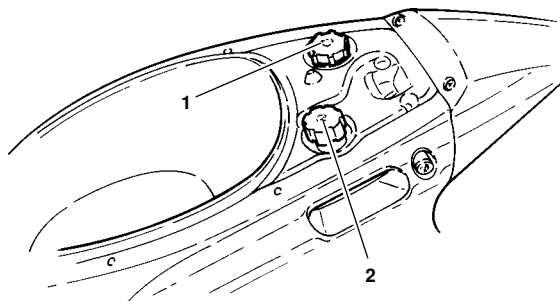

Fig. 12
- Die Sitzbank anheben, den Deckel (2 - Fig. 12) abnehmen. Das Öl vorsichtig einfüllen; darauf achten, dass kein Öl auf die Karosserie tropft.